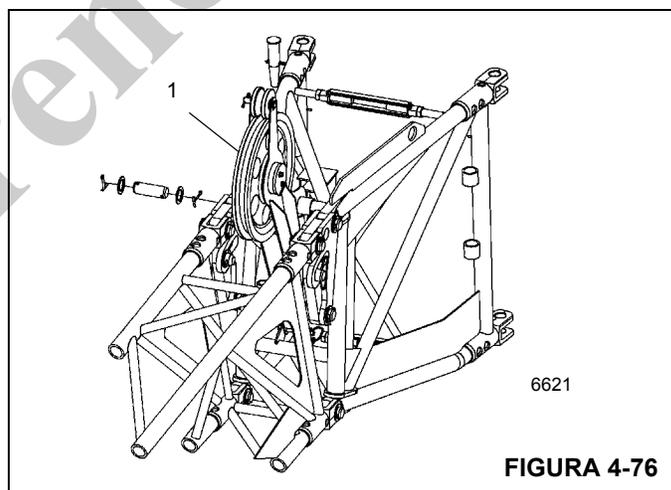

FIGURA 4-76
En la sección de 10.1 m (33 pies) hay una polea deflectora en la parte trasera (1) (Figura 4-76). Despliegue la polea deflectora para usar la máquina con la extensión articulada de 33 pies o de 56 pies descentrada 20 ó 40 grados.